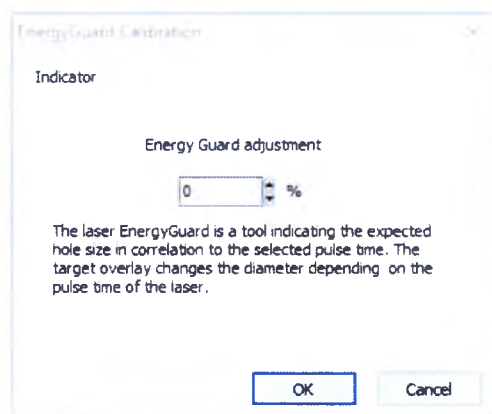

Рис. 14: Калибровка функции прогнозирования размера отверстия на странице "Видео".
Диаметр функции прогнозирования можно откалибровать в диапазоне от -70 % до +200 % с шагом 5 % относительно текущего значения (Рис. 14).
12. Выберите "Video" ("Видео") - "Overlay" ("Наложение") - "Calibrate Hole Size Predictor" ("Калибровка функции размера отверстия") в меню и отрегулируйте размер отверстия, нажимая стрелки, расположенные справа, таким образом, чтобы он совпал с фактическим диаметром проделанного отверстия (Рис. 14).